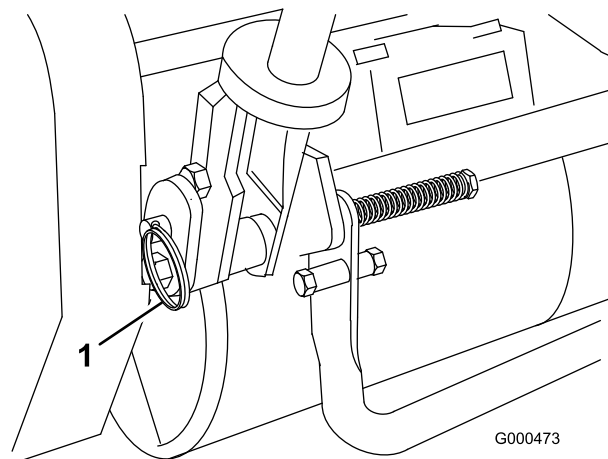

图11
1. 卸下剪草机各侧弹性销上的发卡销（图11）。
2. 撑住手柄，取下各侧的弹性销，然后将手柄提高或放低到所需的操作位置（图11）。